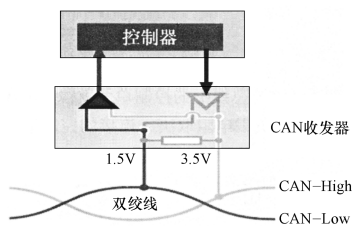

图 4-143 CAN 收发器
(2) **CAN 收发器** 它本身兼具接收与发送信息的功能。它将 CAN 控制器传来的数据化为电信号传输到 CAN 总线上，也为 CAN 控制器接收和转化数据，如图 4-143 所示。